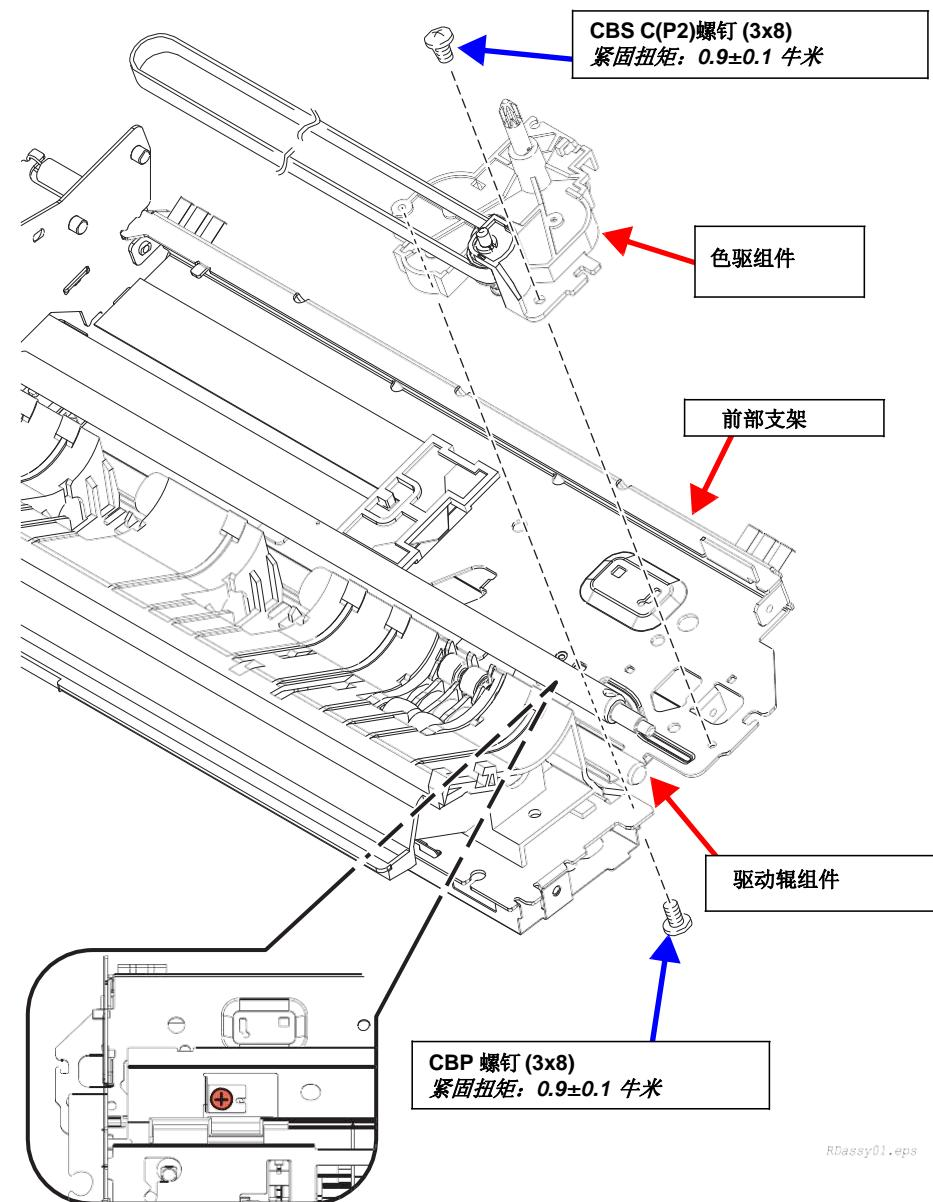

图 4-32. 色驱组件的拆卸 1
10. 拆下用于固定色驱组件的 CBS C (P2) (M3x8)螺钉、CBP (M3x8)螺钉。\(参见图4-32\)